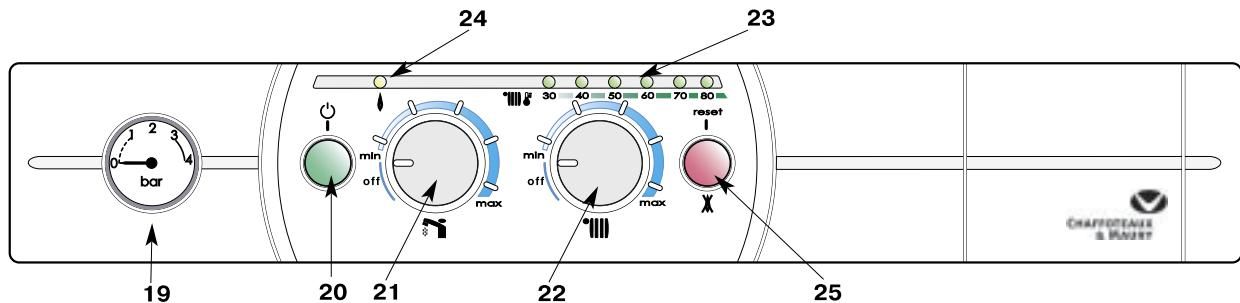

Рис. 19
### Панель управления (рис. 19)
- Установите ручки 21 и 22 в положение “**off**” и оставьте кнопку 20 (рис. 19) включенной. Будет работать функция предотвращения замерзания.